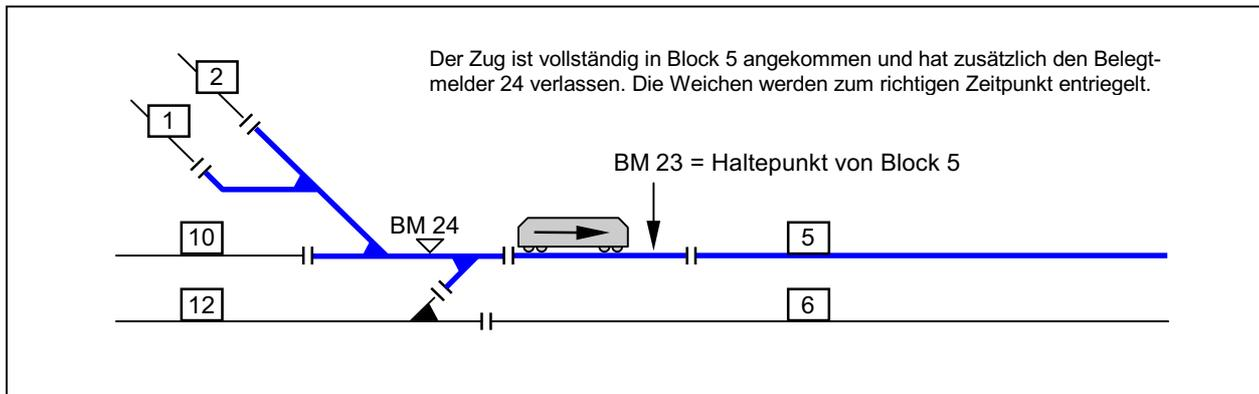

Bild 13.2 Beste Lösung mit eigenem Weichen-Meldebereich
1. Der Weichenbereich, bestehend aus W12, W17 und W31 erhält einen eigenen Belegtmelder (vgl. Bild 13.2).
Die **Lösung nach Punkt 1** (vgl. Bild 13.2) ist optimal und erfordert die Anschaffung eines zusätzlichen, zu Block 5 gehörenden Belegtmelders (hier BM 24).